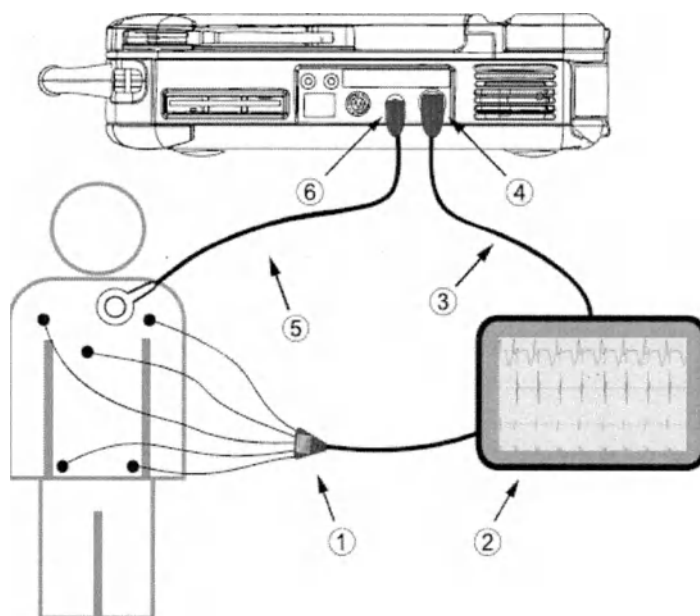

Рис. 19. Принцип действия
Для отображения записи на мониторе внешнем дополнительном и программаторе подключите оборудование, как показано ниже (Рис. 19). В этом примере наружный ЭКГ-кабель пациента (1) проходит на монитор внешний дополнительный (2), а затем на программатор через вспомогательный ЭКГ-кабель (3), подключенный к коннектору вспомогательного ЭКГ-кабеля (4). Подключите зонд стерилизуемый телеметрический (5) к коннектору зонда стерилизуемого телеметрического (6) и убедитесь, что ее кабель не пересекается с другими кабелями.